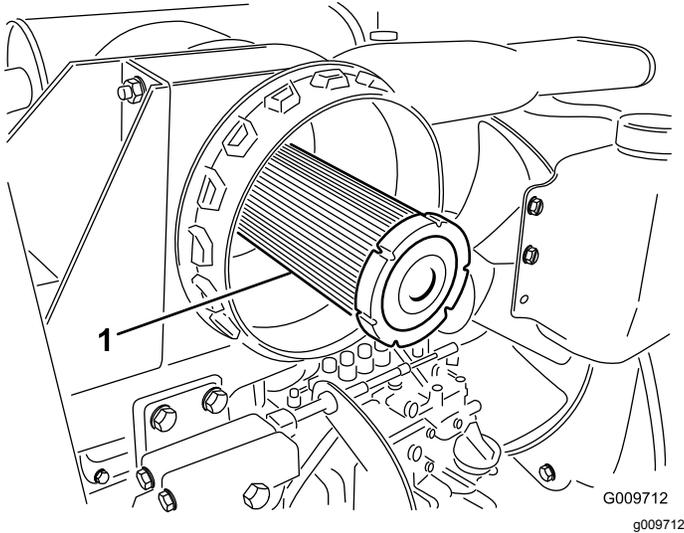

Figura 35
**Importante:** Nunca tente limpar o filtro de segurança (Figura 35). Substitua o filtro de segurança após três operações de manutenção do filtro primário.